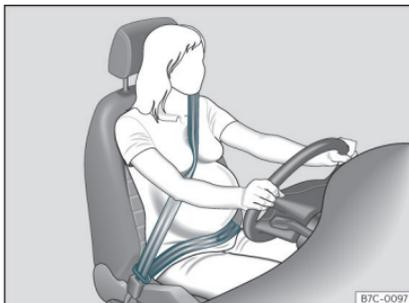

Fig. 12 Ajustement recommandé de la sangle de ceinture de sécurité pour les femmes enceintes.
Dans le cas des **femmes enceintes**, la ceinture de sécurité doit passer de manière uniforme sur le buste et à plat le plus bas possible devant le bassin pour ne pas faire pression sur le ventre ; en outre, elle doit être utilisée pendant toute la grossesse» **fig. 12**.
- Dans le cas des femmes enceintes, la sangle sous-abdominale de la ceinture de sécurité doit passer le plus bas possible devant le bassin, à plat et « en contournant » le ventre» **fig. 12**.